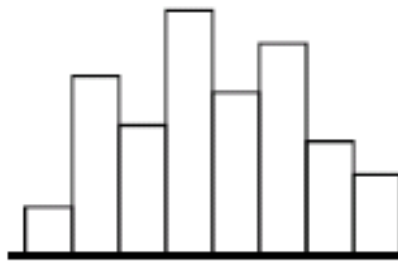

图 3-27 锯齿型
(5) 锯齿型：特点是直方图内各直方高低参差不齐，其原因可能是直方图分组不当(过多)或测量误差过大而所致，如下图 3-27 所示。